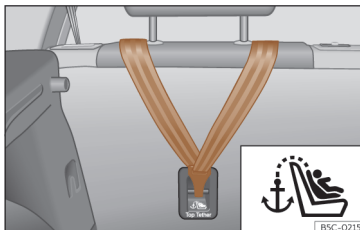

Fig. 38 Arrière de la banquette arrière : ancrage pour la ceinture Top Tether.
- Faites glisser la sangle et fixez-la correctement à l'aide de l'ancrage derrière le dossier >>> **fig. 38**.